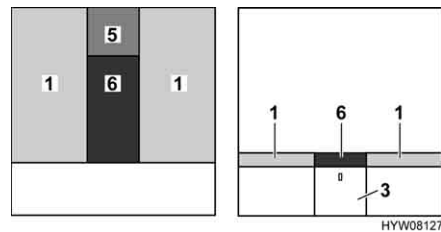

Fig. 85 Dopo la trasformazione
- Posizionare il cuscino aggiuntivo (Fig. 85,5) sul comodino da notte.
- Posizionare il cuscino aggiuntivo (Fig. 85,6) tra i materassi (Fig. 85,1).